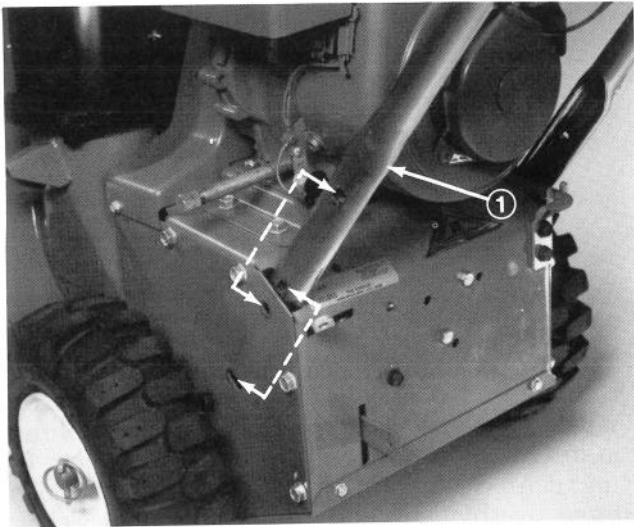

Abb. 1
3. Die Holme innen an den Seitenplatten ansetzen und alle Löcher zur Deckung bringen (Abb. 1).